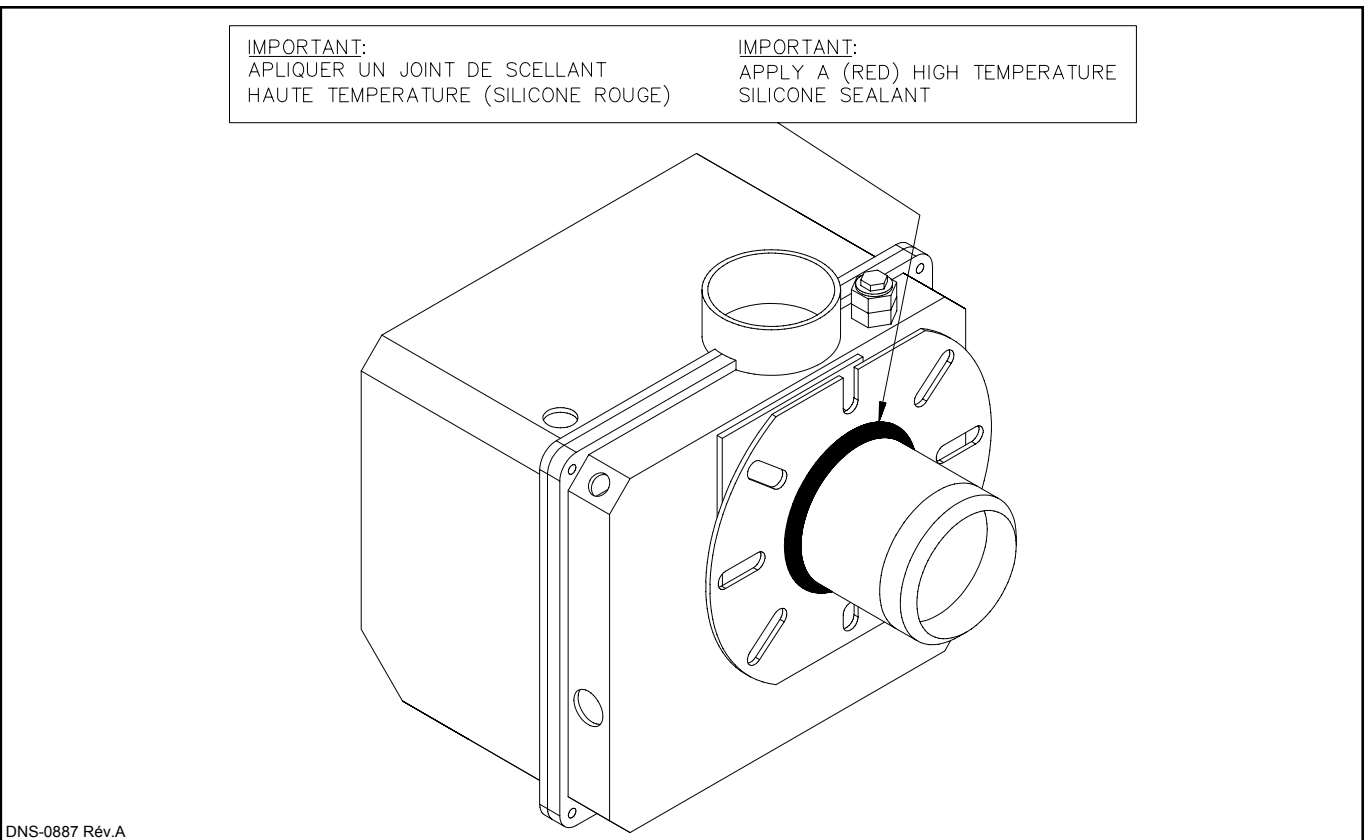

FIGURE 11
2. La position proposée pour une installation pratique et un bon fonctionnement est montré à la figure 11 et à la figure 12;
3. Insérer le tube identifié "VACUUM" dans le coin supérieur droit du brûleur avec les connecteurs étanches fournis. (Référer aux figures 11 et 12 pour le positionnement des tubes);
4. Insérer le tube identifié "PRESSION" à l'endroit prévu sur la bride du brûleur installé préalablement. (Référer aux figures 11 et 12 pour le positionnement des tubes);